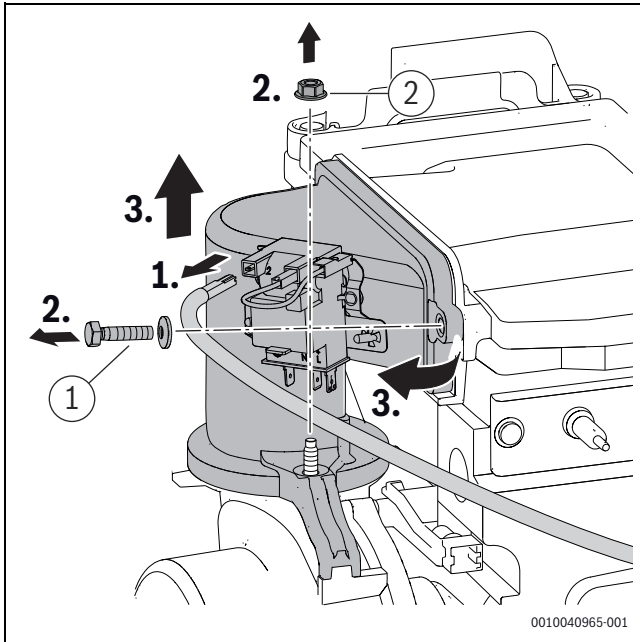

Bild 13 Mischeinrichtung ausbauen
- Schraube und Mutter ([1] und [2], Bild 13) an der Mischeinrichtung mit 5,5+0,5 Nm festziehen.